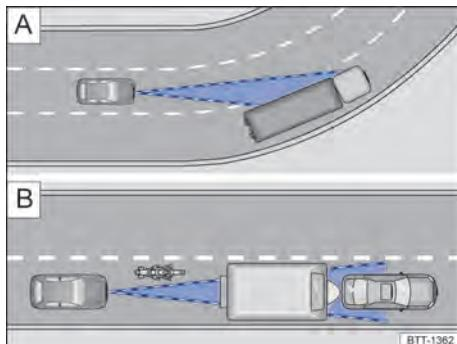

Fig. 103 **A** Condução em curva. **B** Veículos fora da área de alcance do sensor do radar
O sensor do radar sempre realiza as medições em sentido reto. Por isso, veículos em curvas fechadas podem ser accidentalmente detectados ou veículos à frente podem não ser detectados → Fig. 103 .
- Veículos que conduzem fora da área do sensor em pequena distância do próprio veículo, por exemplo, motocicletas → Fig. 103 .